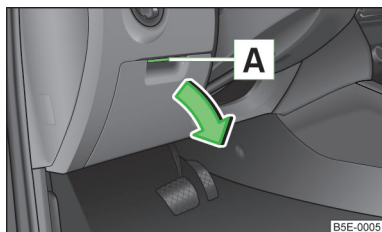

Fig. 58
- Soulevez la poignée **A** » fig. 58 et ouvrez le couvercle du compartiment dans le sens de la flèche.